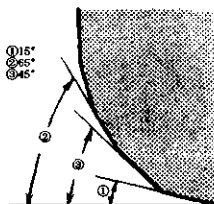

图 2-26 进气门座的角度
④进气门座的铰削。根据图 2-26 所示次序进行铰削。
⑤气门抛光。最初使用比较粗的抛光膏，涂在气门工作面上；后使用比较细的抛光膏。每次根据普通的抛光方法，使用抛光具。抛光后，抹去气门工作面和气门座上的抛光膏，涂